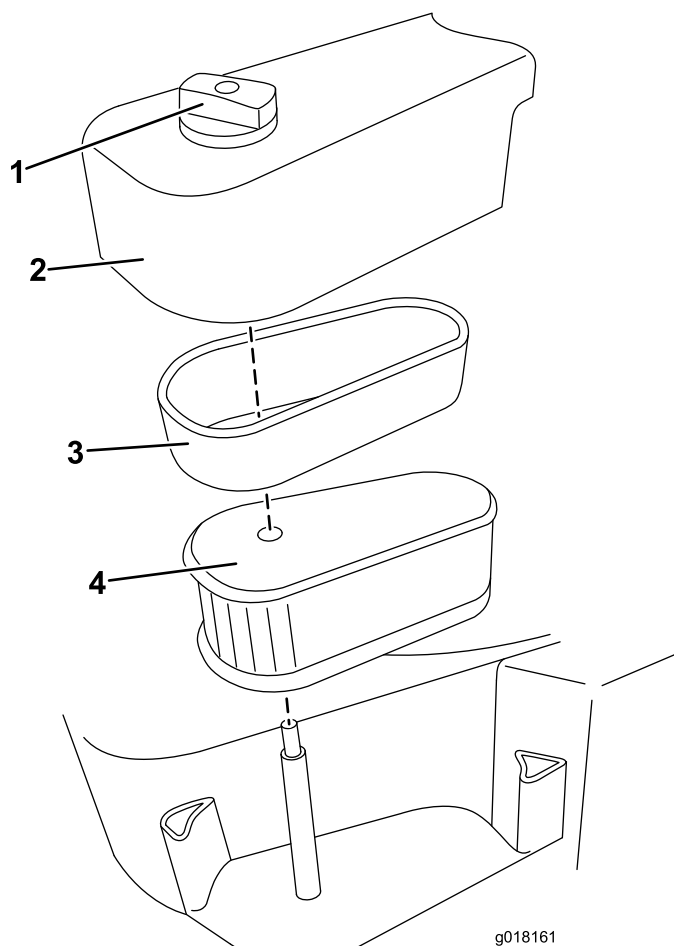

Figure 16
2. Desserrez le bouton de fixation du couvercle du filtre à air (Figure 16).
4. Retirez soigneusement l'élément en mousse et la cartouche ensemble, puis séparez l'élément en mousse de la cartouche (Figure 16).
7. Remettez le couvercle en place (Figure 16).